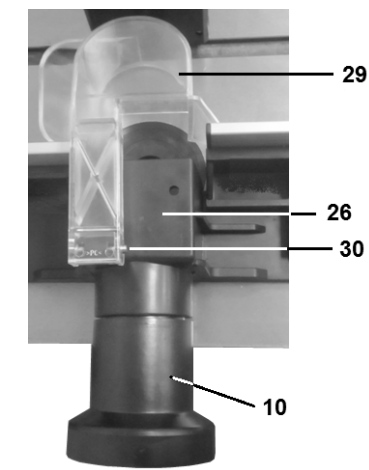

Рис.8
8.5. Установка патрубка пылесборника, Рис.8